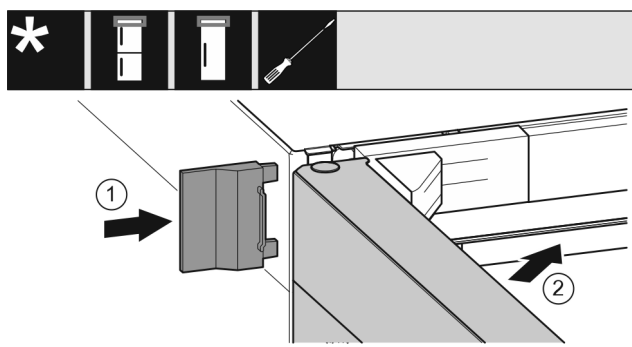

Fig. 60
- ▶ Montați capacul exterior Fig. 60 (1).
- ▶ Închideți ușa superioară Fig. 60 (2).